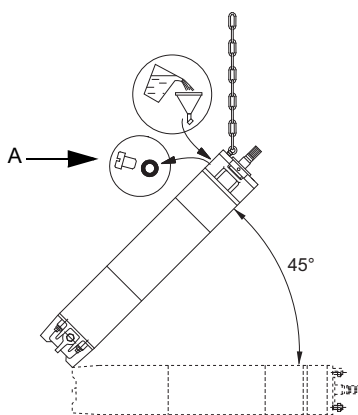

Fig. 4 Motorplacering under påfyllning – MMS
1. Placera motorn i 45° vinkel med översidan uppåt. Se fig. 4.